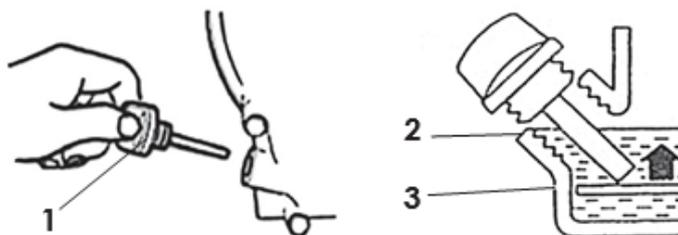

Рис.4 1 - Пробка-щуп маслозаливной горловины; 2 - Максимальный уровень масла; 3 - Минимальный уровень масла.
Выкрутите пробку-щуп (рис.4 поз.1) из маслозаливной горловины и залейте в картер масло необходимой марки до нижнего края горловины, как показано на рис.4. Вставьте сухой чистый щуп в горловину картера и выньте его. Проверьте уровень масла: граница смоченной области щупа должна располагаться между отметками минимального (рис.4 поз.3) и максимального (рис.4 поз.2) уровней.
- на прогревом до рабочей температуры двигателе открутите пробку-щуп маслозаливной/маслосливной горловины (рис.4 поз.1);
- залейте масло в горловину до нижнего края заливного отверстия (см. рис.4).